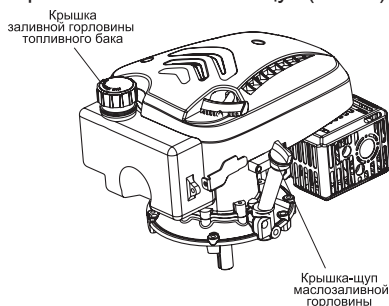

Рис. 5 Расположение крышки-щупа маслозаливной горловины и крышки топливного бака
2. Открутите крышку-щуп маслозаливной горловины и извлеките щуп (Рис. 5).